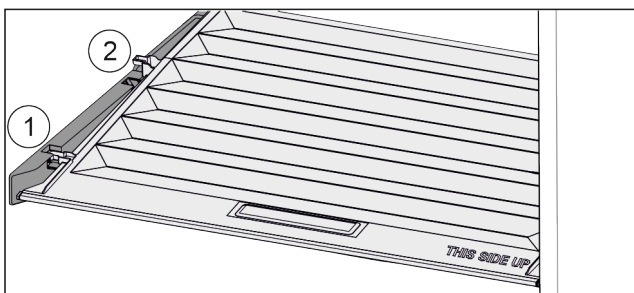

Fig. 45
- ▶ Trekk dekselet til åpningen i holdedelene fremover Fig. 45 (1).
- ▶ Løft ut nede bak og ta opp og ut Fig. 45 (2).